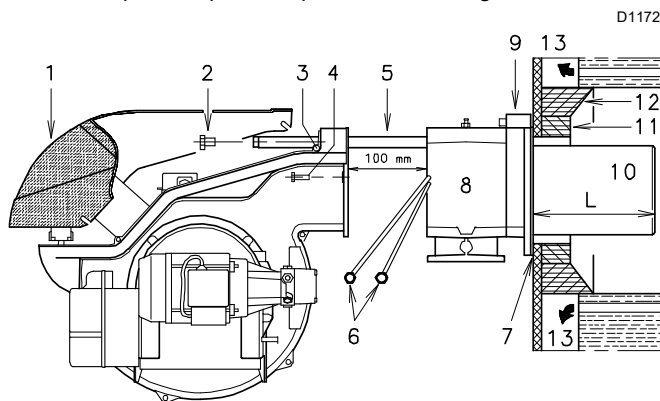
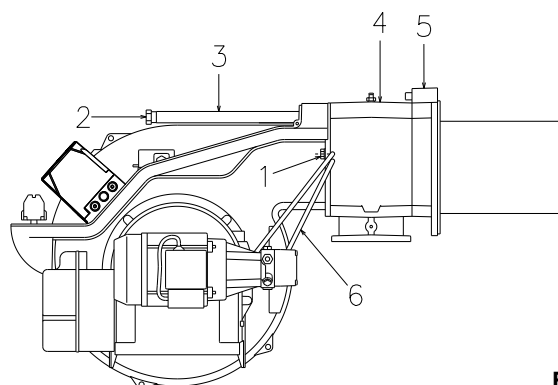

Fig. 11
Fig. 17
Separar el cabezal de combustión del resto del quemador, (Fig. 11):
Después de esta eventual operación, fijar la brida 9) (Fig. 11 en pág. 16) a la placa de la caldera, interponiendo la junta aislante 7)(Fig. 11 en pág. 16) suministrada en dotación. Utilizar los 4 tornillos suministrados después de haber protegido su rosca con productos antiagarrotamiento.
- Volver a montar el quemador en las guías 3)(Fig. 17) a unos 100 mm del manguito 4) , quemador en la posición indicada en la Fig. 11 en pág. 16;
- introducir los cables de los electrodos y deslizar el quemador hasta el manguito, hasta que alcance la posición indicada en la Fig. 17;
- volver a colocar los tornillos 2)(Fig. 17) en las guías 3);
- volver a conectar los tubos del gasóleo enroscando los dos racores 6)(Fig. 11 en pág. 16).